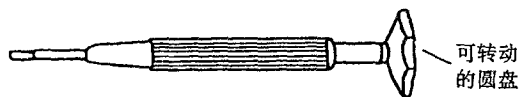

图 2-3 钟表螺钉旋具
(3) 钟表螺钉旋具。主要用于各种小型螺丝的工具。如钟表装配用的工具,手机装配用的工具等。如图 2-3 所示。